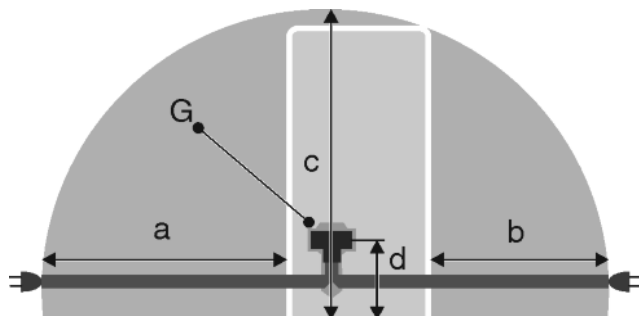

Fig. 31
- Gniazdo znajduje się poza tylną częścią urządzenia w podanym obszarze *Fig. 31 (a, b, c)*.
- ▶ Wtyczkę urządzenia *Fig. 31 (G)* podłączyć z tyłu urządzenia. Zwrócić uwagę na prawidłowe zażębenie.